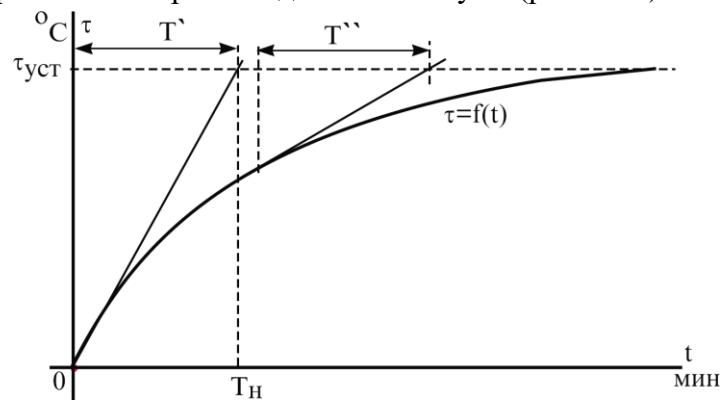

Рисунок 12.2. Кривую нагрева электродвигателя
2.4.1. Метод касательной. Касательная в начальной точке отсекает на линии $\tau_{уст}$ отрезок, проекция которого на ось времени даст величину T_h (рис. 12.2).